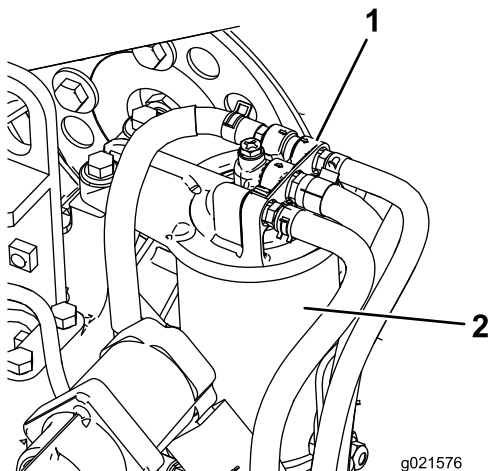

Figura 77
1. Limpie la zona alrededor del cabezal del filtro de combustible (Figura 77).
2. Retire el filtro y limpie la superficie de montaje de la cabeza del filtro (Figura 77).